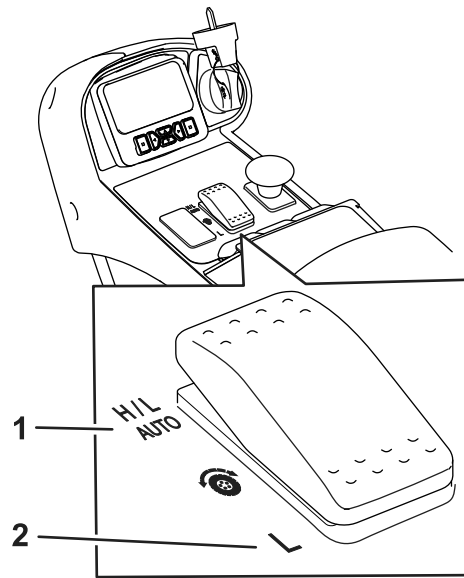

Figura 29
- En condiciones de uso normales, esta máquina está diseñada para funcionar en la posición H/L AUTO del interruptor de gamas de velocidad (Figura 29). Esta posición permite que la máquina
- Cuando se selecciona la posición BAJA del interruptor de gamas de velocidad (Figura 29), la máquina funciona siempre en la gama de velocidad baja. Este ajuste es preferible para desplazamientos dentro de un taller, para cargar o descargar la máquina de un remolque, para subir cuestas empinadas o en cualquier otra situación en la que no se desee utilizar las altas velocidades de tracción de la gama de velocidad alta.
Esta máquina está equipada con 2 gamas de velocidad de tracción; baja y alta. El interruptor de gamas de velocidad le permite seleccionar las posiciones siguientes (Figura 29):